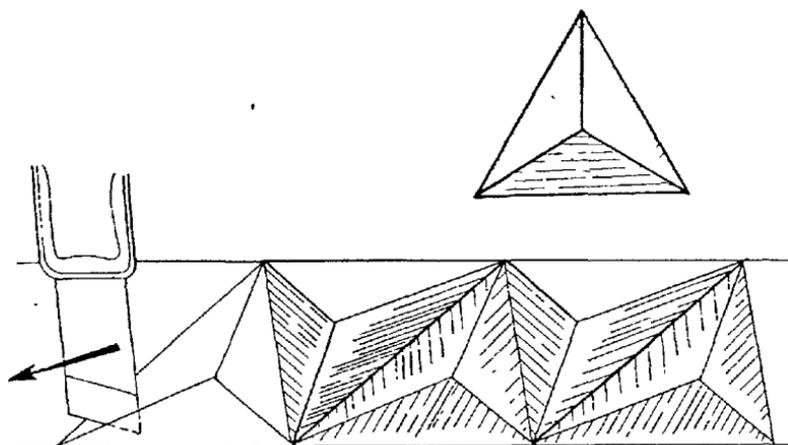

Рис. 102. Резьба трехгранной выемки
1. Перед началом резьбы определяют положение узора на заготовке по отношению к строению волокон, чтобы решить, в каком направлении резать грани. Резьбу начинают с вертикальных надрезов по средним линиям, делящим углы треугольников пополам из центра (рис. 102).